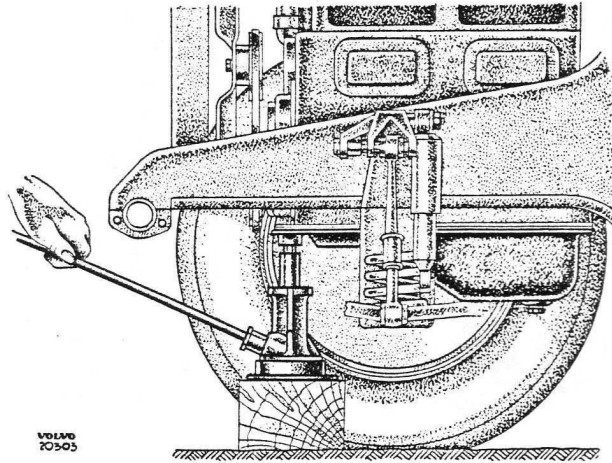

Bild 1-31. Anheben des Motors am Vorderende
5. Motor an der Vorderseite mit einem Flaschenzug anheben (siehe Bild 1-31).